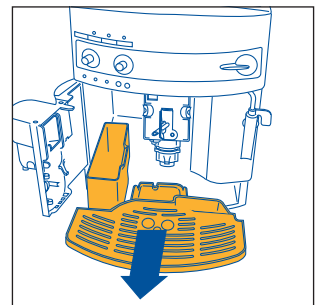

Fig. 16
NOTA 7: la máquina cuenta la cantidad de cafés que se sirven. Cada 14 cafés individuales (o 7 dobles), el piloto 🔌 se enciende de manera fija (cap. 12 punto 3) advirtiéndole que el recipiente de los posos está lleno y que hay que vaciarlo y limpiarlo. Hasta que no se limpia el recipiente de los posos, el piloto queda encendido y la máquina no puede hacer el café. Para limpiar, abra la portezuela de servicio situada en la parte delantera tirando de la manija correspondiente, fig. 15; se enciende el piloto 🔌 que parpadea (véase § 12 punto 9), entonces extraiga la bandeja recogegotas (fig. 16) vacíela y límpiela. Vacíe y limpie muy bien el recipiente de los posos procurando eliminar todos los residuos que puedan estar depositados en el fondo. Seque también las gotas de condensado que se depositen en el interior de la máquina, abajo de la bandeja recogegotas. **IMPORTANTE:** cuando se extrae la bandeja recogegotas es **OBLIGATORIO** vaciar siempre el recipiente de posos de café incluso si está poco lleno. Si esta operación no es efectuada, puede suceder que, cuando se preparan otros cafés, el recipiente de posos se llene más del previsto y que la máquina se atasque de pastillas usadas.
- extraiga la bandeja recoge gotas y el recipiente de los posos (fig. 16) y lávelos;